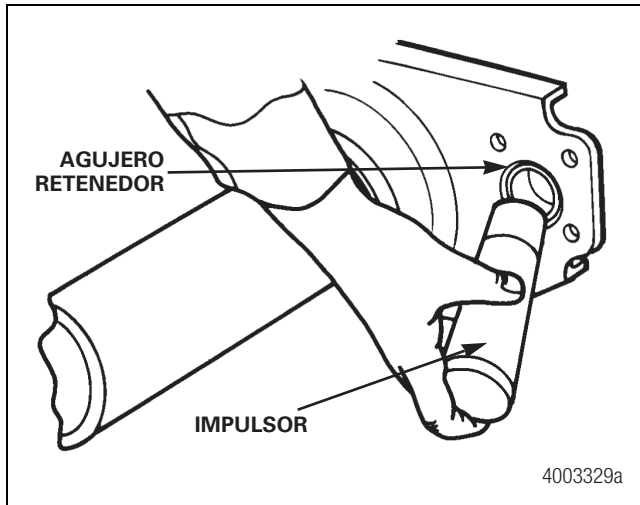

Figura 12.28
3. Haga pasar los componentes siguientes a través del agujero de retención. Verifique que está usando el impulsor del tamaño adecuado y de que el agujero no presenta daños. Figura 12.28.